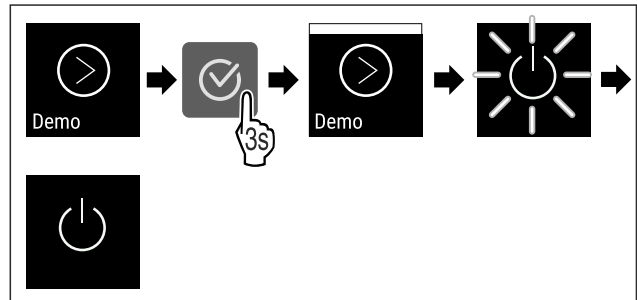

Fig. 111
- ▶ Выполните шаги действия (см. Fig. 111).